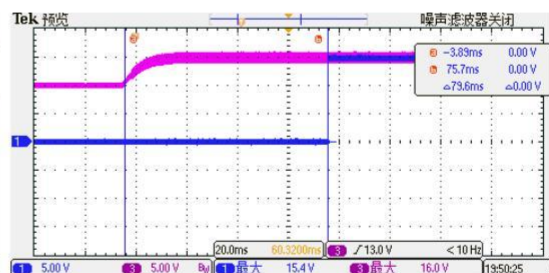

图 5 故障消失逻辑
3、故障消失：原边欠压消失后，再过 80ms，FAULT 信号恢复高电平。如图 5